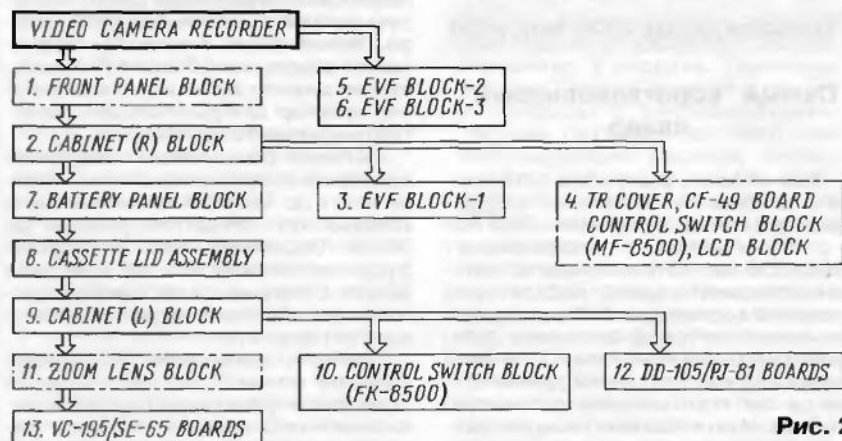
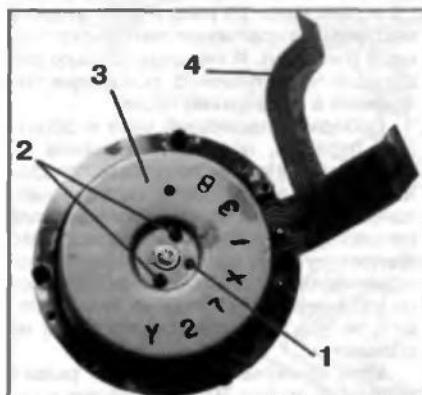
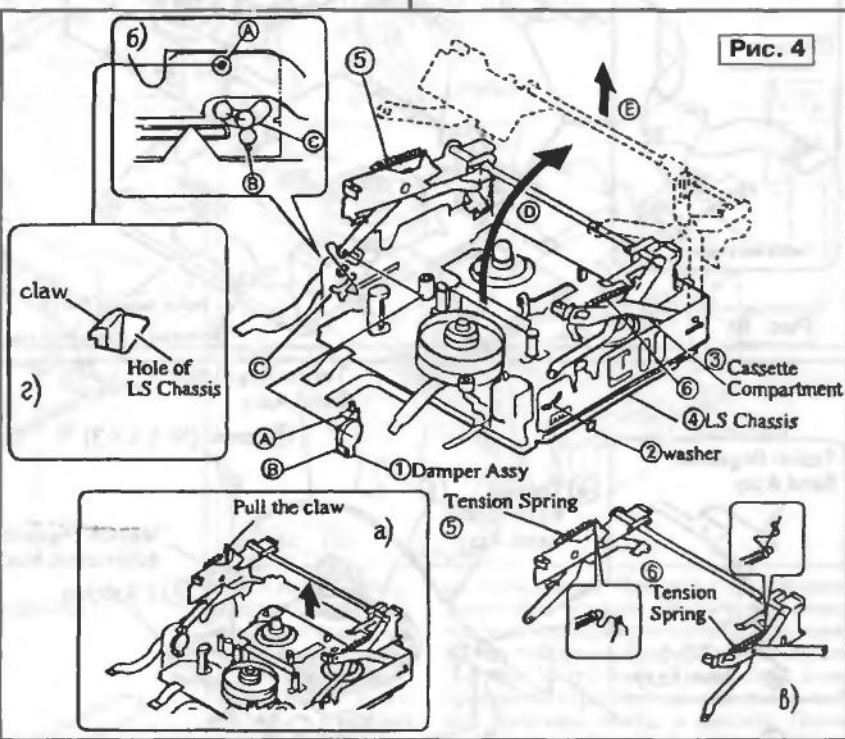

Рис. 2
Рис. 5
Рис. 4
Общий порядок разборки видеокамер линейки TR311E—TR845E представлен на рис. 2 (из раздела 2 сервисного пособия). Названия этапов, помещенные в штрихпунктирные прямоугольники, означают, что на этих этапах порядок разборки может быть различным в зависимости от модели камеры. Перечислим все этапы: 1 — демонтаж узла передней панели в сборе; 2 — разборка правой боковины корпуса; 3 — удаление узла видеодискретеля в сборе; 4 — снятие узла крышки правой боковины корпуса, платы управления CF-49, панели управления MF-8500 и ЖК индикатора режимов; 5 — демонтаж цветного ЖК видеодискретеля в моделях TR512E/TR730E; 6 — разборка черно-белого видеодискретеля (в остальных моделях); 7 — удаление батарейного отсека; 8 — снятие крышки кассетоприемника; 9 — демонтаж левой боковины корпуса; 10 — снятие верхней панели управления FK-8500, которая закреплена защелками на кассетоприемнике; 11 — разборка узла объектива; 12 — удаление плат импульсного преобразователя напряжения DD-105 и бокового терминала выходных разъемов PJ-81; 13 — снятие главной платы VC-195 и передней платы SE-65 в моделях TR-640E/730E/840E/845E. На передней плате находится узел магниточувствительных датчиков от устройства определения положения видеокамеры относительно поверхности Земли. При опускании аппарата объективом вниз запись останавливается.
и шасси механизма (MECHANISM CHASSIS ASSEMBLY). Начинают разборку с демонтажа узла кассетоприемника. При этом ориентируются по рис. 4, где цифрами обозначены (в скобках около цифр указаны позиции деталей и узлов на рис. 2 и в табл. статьи [1]): 1 (701) — демпфер, обеспечивающий плавный выброс кассеты; 2 — стопорная разрезная
щелку (claw), показанную на рис. 4,а; освобождают защелки А и В демпфера 1; снимают стопорную шайбу 2 с оси кассетоприемника и извлекают его из паза С борта подвижного шасси LS (рис. 4,б). Затем сдвигают кассетоприемник в направлении стрелки D, извлекают его направляющие из бортов шасси LS и удаляют кассетоприемник в направлении стрелки E.
Операции установки кассетоприемника делают в обратном порядке. При этом необходимо убедиться, что прямолинейные части пружин 5 и 6 находятся внутри механизма (рис. 4,в), а защелки демпфера 1 зафиксированы в пазах шасси LS (рис. 4,г).
Загрязненную щетку узла очистителя головок 830 (рис. 2 в [1]) можно извлечь отдельно, не снимая весь узел очистителя, для чего необходимо удалить соответствующую стопорную шайбу. Эффективная очистка щетки достигается обычной стиркой в горячей воде со стиральным порошком. Тщательно промой-
Для демонтажа БВГ достаточно вывинтить три винта крепления. Доступ к ним обеспечивается через соответствующие отверстия в несущем шасси Ш (рис. 4 в [1]). В практике ремонта иногда возникает необходимость разборки БВГ в связи с тугим ходом при вращении из-за высыхания смазки или попадания внутрь посторонних микрочастиц (пыли и т. п.). На рис. 5—7 представлены виды БВГ снизу, ротора и статора двигателя электропривода и БВГ без двигателя соответственно. Цифрами на рисунках указаны: 1 — идентификационное отверстие (должно совпадать с соответствующим отверстием 1 на втулке 8); 2 — винты крепления ротора двигателя; 3 —